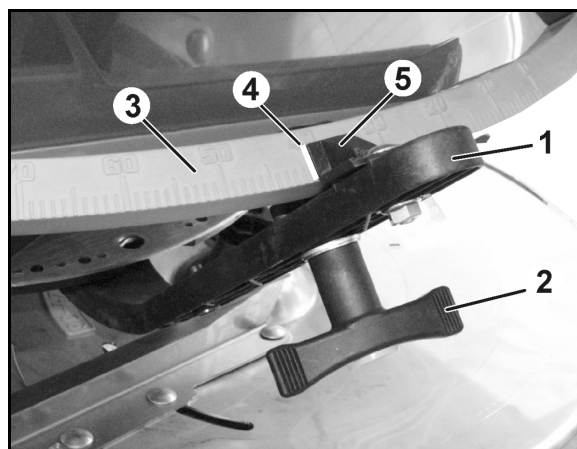

Fig. 61
- 2.1 Skru ut vingeskruen (Fig. 61/1) som holder spredeskiven fast, og trekk spredeskiven av girakselen.
3. Heng samlebeholderen (Fig. 61/2) i holderne (Fig. 61/4 og Fig. 61/5) på rammen ved hjelp av bøylen (Fig. 61/3).